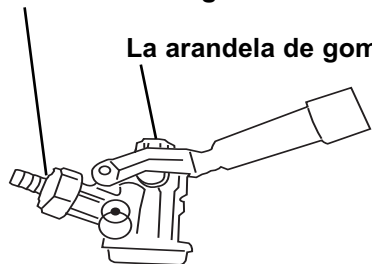

Figure 7
- Introduzca el mecanismo de acoplamiento que viene con el equipo en el cuello con cierre del barril y gírelo hacia la derecha hasta que se trabe en su lugar; verifique que el mecanismo quede en la posición cerrada. **(Vea la fig. 7)**
- Asegúrese de insertar las arandelas de goma en el aparato the conexión al contenedor the cerveza. Refiere a Fig. 7 abajo.